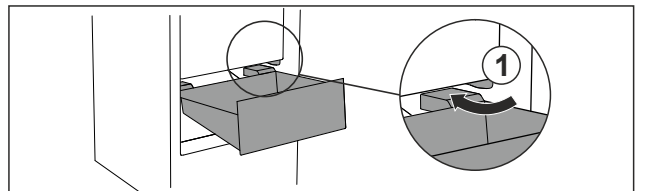

Fig. 67
- Far passare il cassetto intorno ai fermi Fig. 67 (1) inclinandolo.